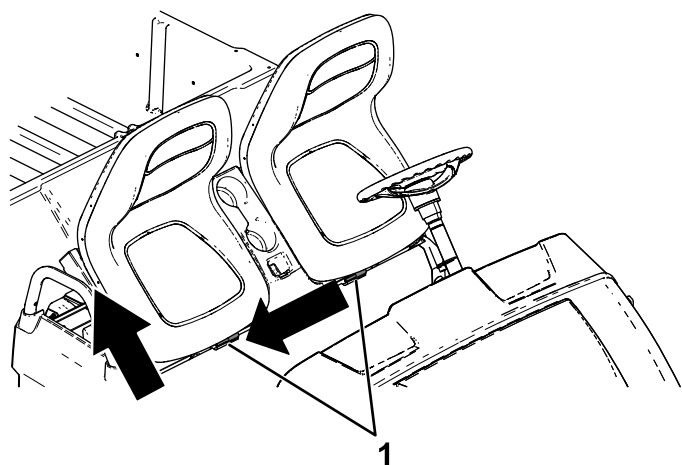

Figura 26
2. Fate scorrere il gruppo sedile sul lato estraendolo dai perni e sollevatelo (Figura 26).